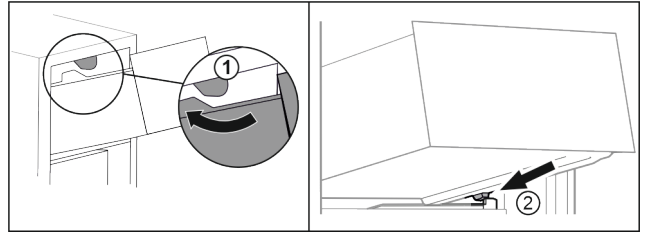

Fig. 22
- ▶ Predal speljite okrog zgornjih zaustavljalnikov. Fig. 22 (1)
- ▶ Predal postavite v poševnem položaju za spodnjimi zaustavljalniki na nastavek za posodo. Fig. 22 (2)